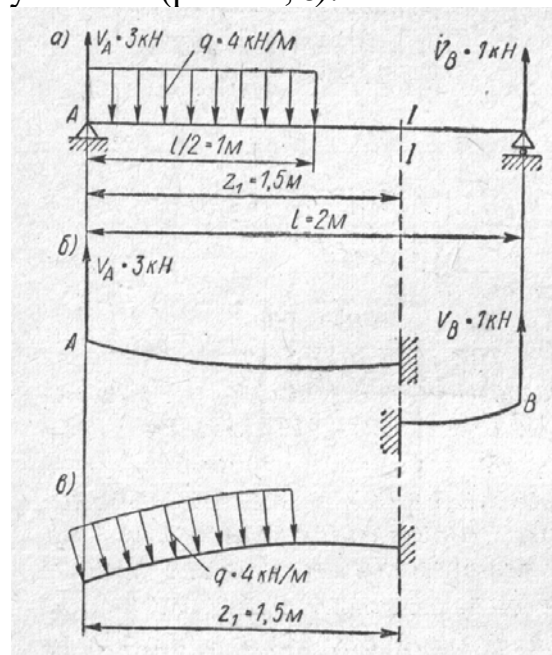

Рис. 14.
3. На рис. 14, а показана балка. Определить величину и знак поперечной силы и изгибающего момента M в сечении, проведенном на расстоянии $Q = 1,5$ м от левой опоры. Вычисление произвести, отбросив сначала правую часть балки (рис. 14, б), а затем левую часть (рис. 14, в).